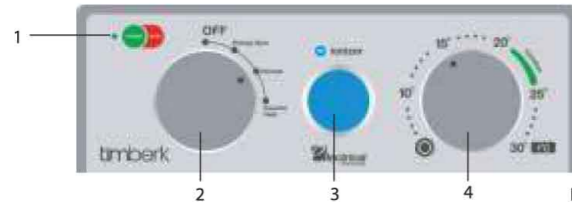

Рис. 7
**Панель управления для серии TEC.PF1 E IN (рис. 7)**